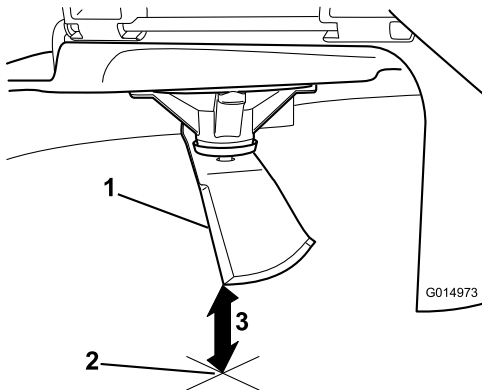

Figura 73
3. Meça da ponta da lâmina até à superfície plana (Figura 73).